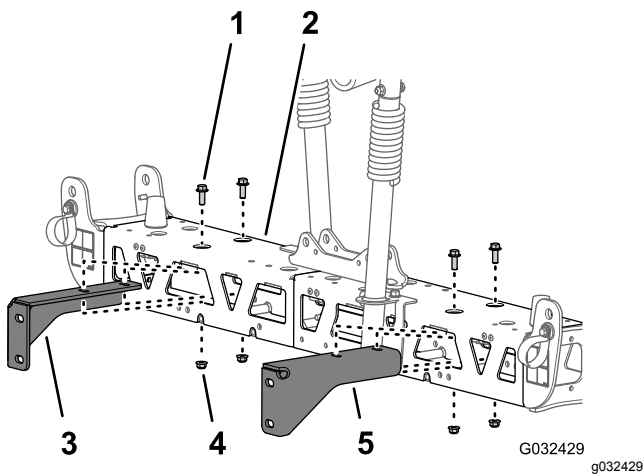

図 51
2. サポートブラケットをセンターブームに固定しているフランジヘッドボルト3/8 x 1"2本とフランジロックナット3/8"2個を外して、ブラケットを取り外す 図 51。
3. もうひとつのサポートブラケットをセンターブームに固定しているフランジヘッドボルト $\frac{3}{8}$  x 1" 2本とフランジロックナット $\frac{3}{8}$ " 2個を外して、ブラケットを取り外す 図 51。